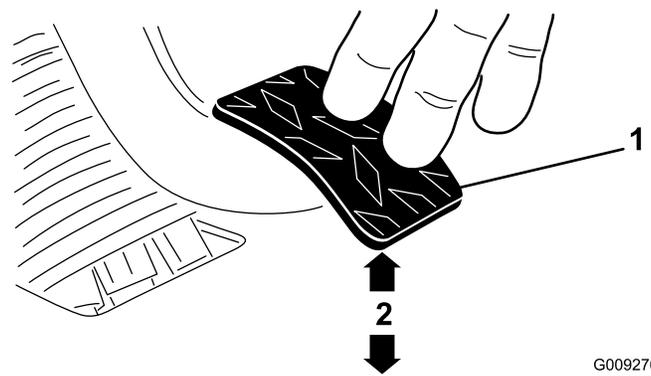

**Bild 70**
1. Lösen Sie die Klemmmuttern, mit denen das Kupplungskabel an der Halterung am Glockengehäuse befestigt ist (Bild 70).